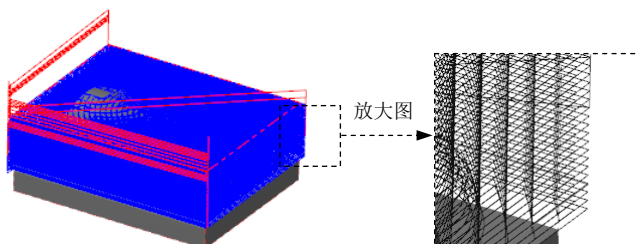

图 17.10 刀具路径
Step10. 单击“曲面粗加工挖槽”对话框中的 按钮，完成加工参数的设置，此时系统将自动生成图 17.10 所示的刀具路径。